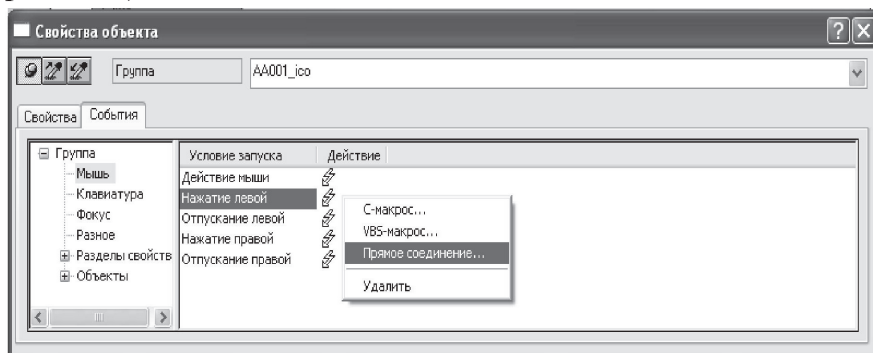

Рис. 3.18. Создание прямого соединения для события «Нажатие левой»
10. Для этого открываем свойства и на вкладке *События* заходим в группу свойств *Мышь*, выбираем *Нажатие левой* и *Прямое соединение* (рис. 3.18).